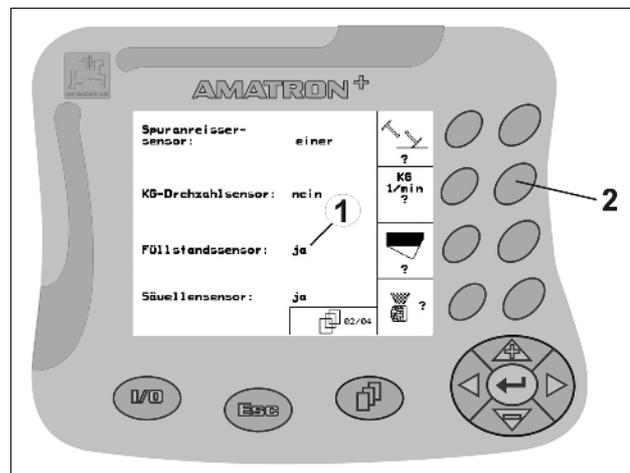

Fig. 17
- Funktionstaste (Fig. 17/2) einmal betätigen
Funktion **Ja** (Fig. 17/1).